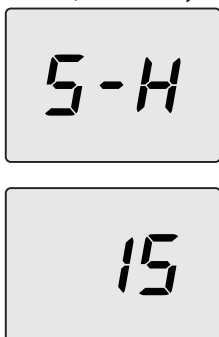

Рисунок 7.12
- При помощи кнопки 10 измените значение на **15** и нажмите для подтверждения кнопку 12. На дисплее появится символ **S-H**, сменяющийся параметром максимальной абсолютной мощности (Рисунок 7.12).